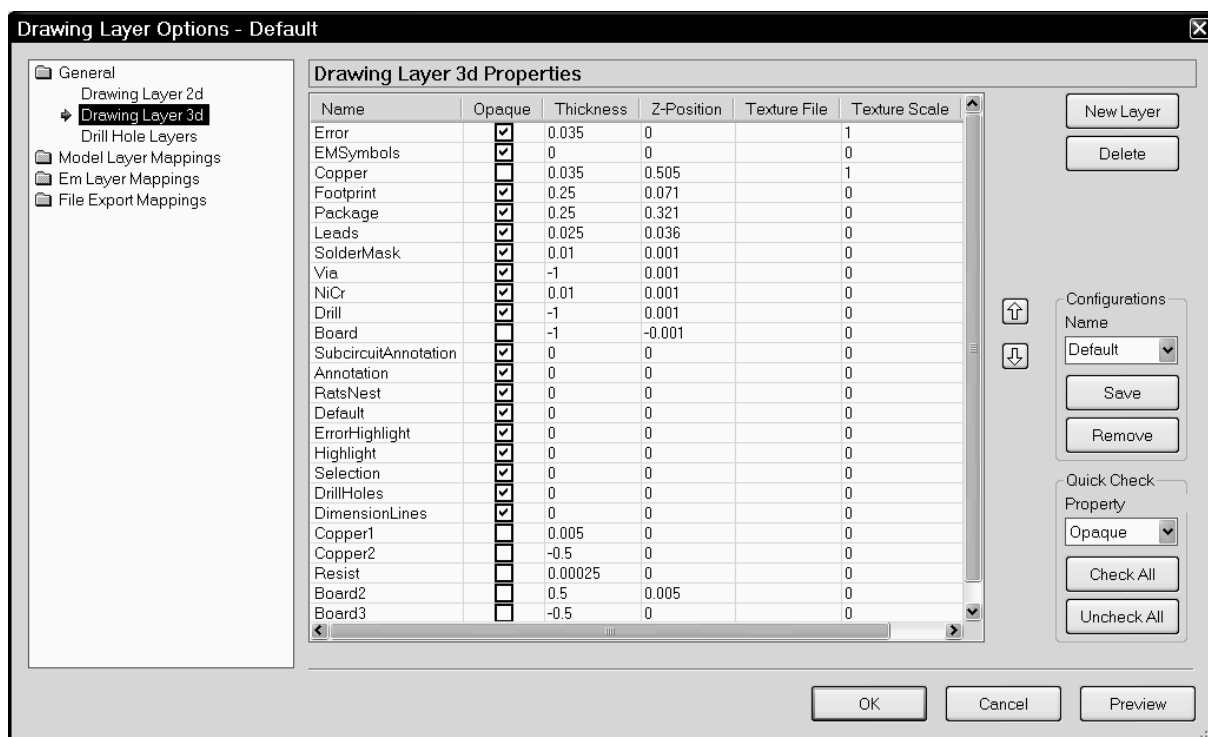
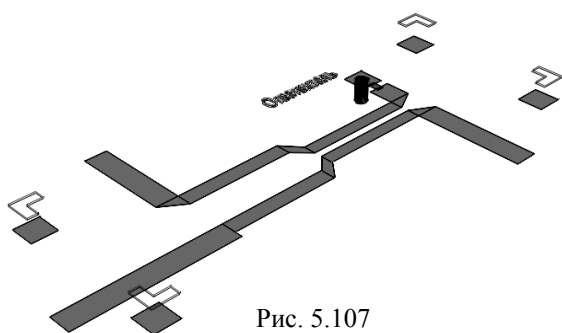

Рис. 5.106
Рис. 5.107
1. Выберите в меню **Options>Drawing Layers** и в левой части открывшегося окна (рис. 5.106) щёлкните мышкой **Drawing Layer 3d**.
Все выполненные установки для используемых слоёв показаны на рис. 5.106. Если теперь сделать активным окно топологии схемы и щёлкнуть мышкой по значку **New Schematic 3d View**, то получим трёхмерное отображение структуры (рис. 5.107), которое будет объёмным, но топологические элементы в структуре “висят в воздухе”. Поэтому добавим слои плат.